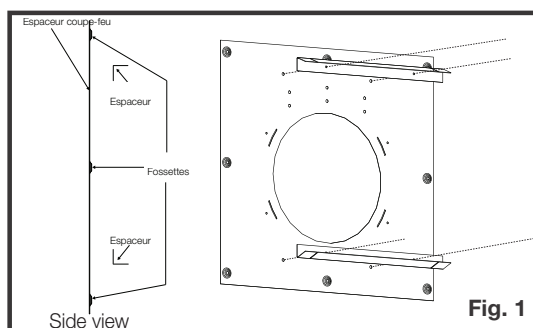

Fig. 1
1. Installez les espaceurs sur un côté de l'espaceur coupe-feu (**Figure 1**).